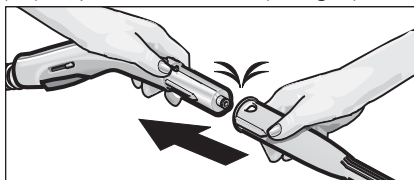

Fig. 1: Montar acessórios na pistola de vapor
- Monte o acessório desejado (C1,D1) na pistola de vapor (B1). Para isso coloque o fim tubular do acessório na pistola de vapor (B1). Introduza o acessório na pistola de vapor até que a tecla de desbloqueio (B3) da pistola se encaixe (ver fig. 1).